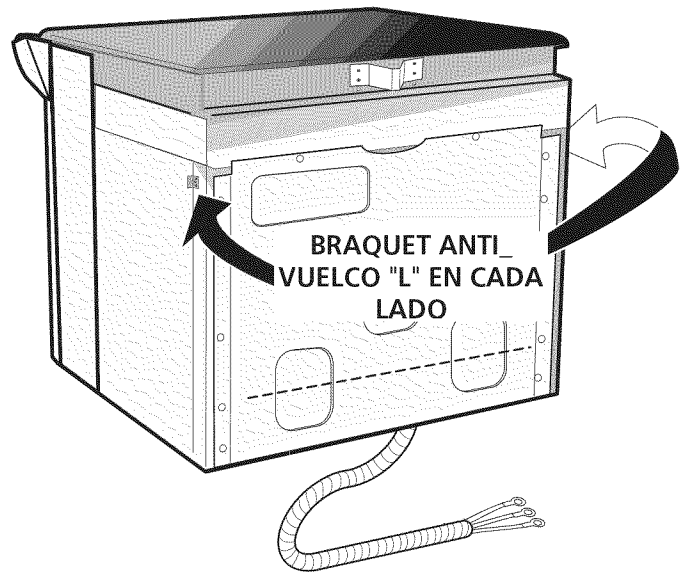

Figura 6
1. La estufa está equipada con 2 braquets anti-vuelco "L" localizados en cada lado de la estufa con 2 tornillos (ver figura 6).